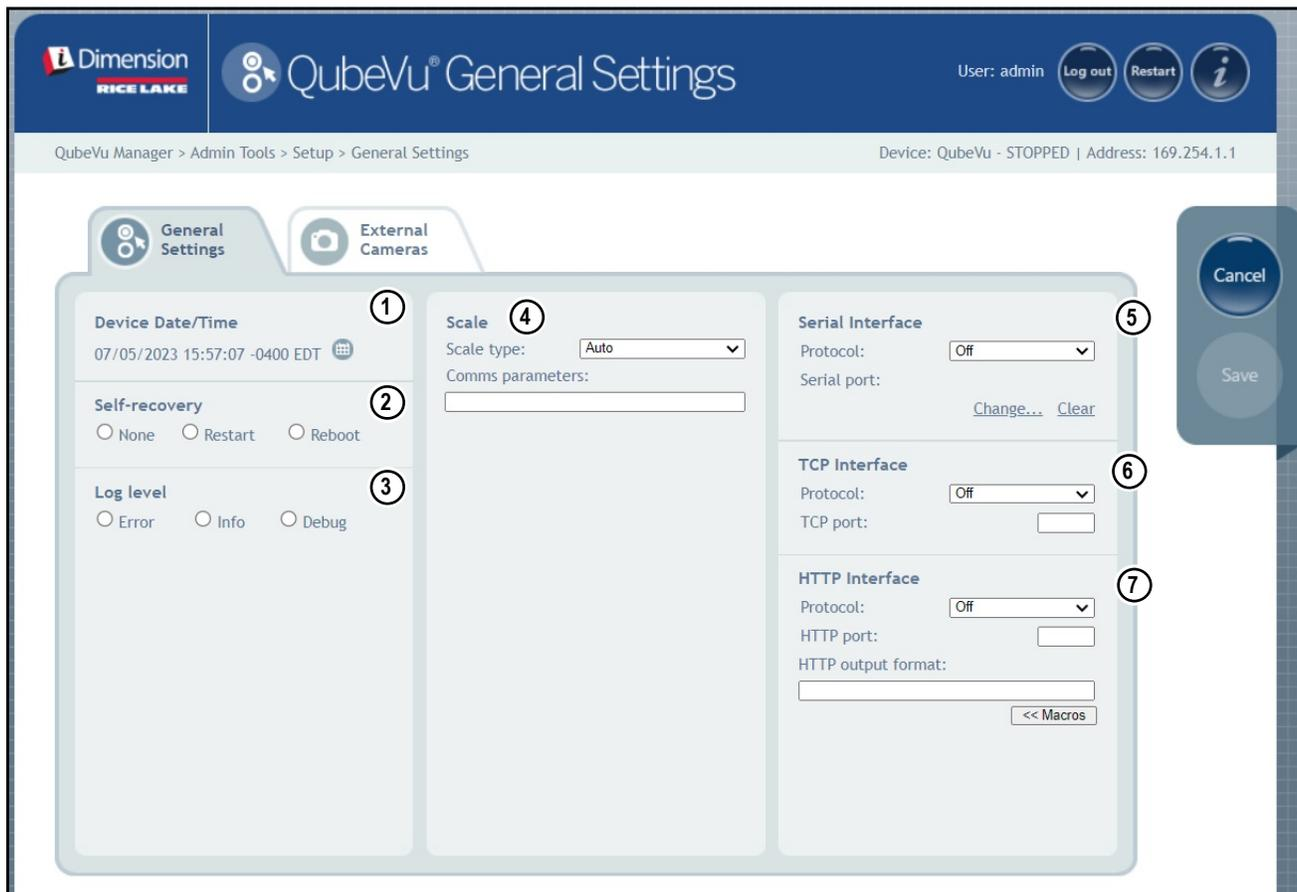

Figura 5-2. Scheda General Settings (Impostazioni generali)
1. Selezionare **QubeVu** o **Cubiscan 110/150** dall'elenco a tendina dell'interfaccia seriale (opzione 5 in Figura 5-2 a pagina 22).